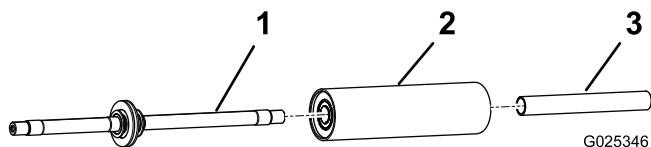

Bild 8
- 5. Installieren Sie das Walzenrohr mit dem Lager in Richtung Achsensinnenseite auf der Achse (Bild 8).